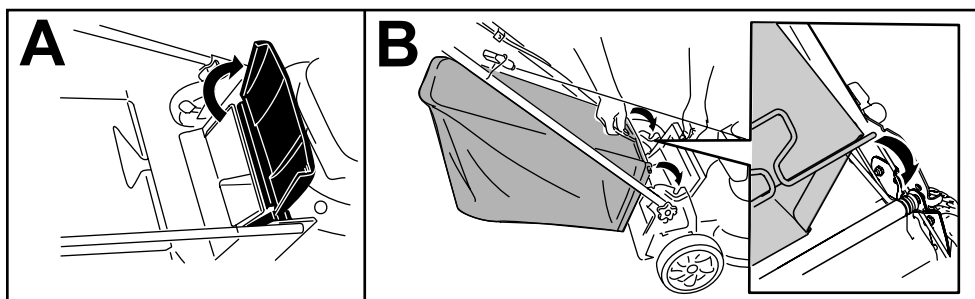

Figure 17
1. Soulevez le déflecteur arrière et maintenez-le dans cette position (A de Figure 17).
2. Montez le bac à herbe en veillant à insérer les ergots dans les crans du guidon (B de Figure 17).